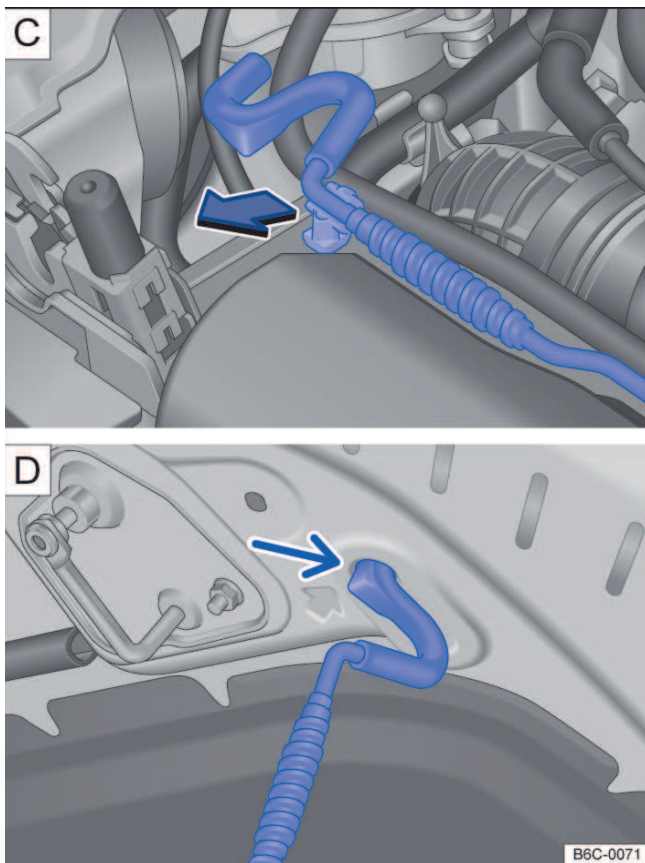

Fig. 148 **C** Haste de sustentação da tampa do compartimento do motor. **D** Tampa do compartimento do motor apoiada na haste de sustentação.
- Retirar a haste de sustentação do suporte no sentido da seta → Fig. 148 **C** e posicioná-la na abertura na tampa do compartimento do motor → Fig. 148 **D**.
- Retirar a haste de sustentação do furo → Fig. 148 **D** e encaixá-la no suporte do fecho → Fig. 148 **C**.